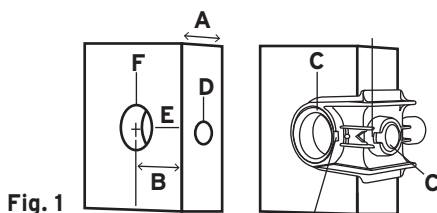
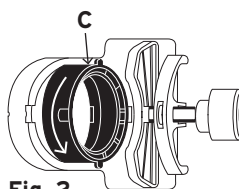

Fig. 1
Fig. 2
Su plantilla requiere ajustarse antes de usarse. Deberá ajustar la guía, tanto para el espesor de la puerta (A) como para la distancia de perforación, desde el canto de la puerta (B) Fig. 1. Esto se hace removiendo y girando los arillos negros (C) a la medida deseada como se muestra en la Fig. 2.
Your door lock template requires adjustment before use. You must set the guide for both door thickness (A) and backset distance from the edge (B) (see Figure 1). To do this, remove and rotate the black bushings (C) to the desired setting, as shown in Figure 2.